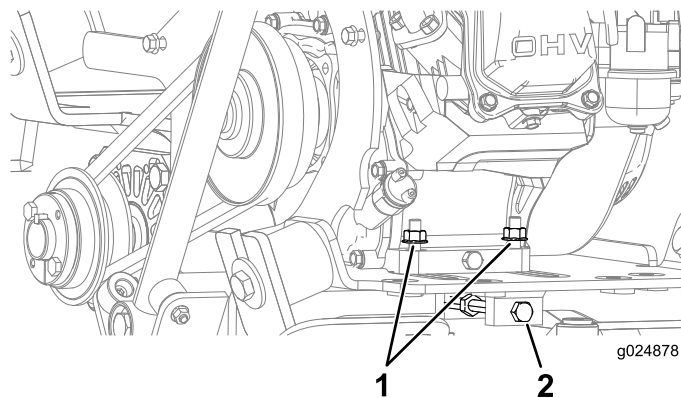

Figura 28
3. Afloje las 2 tuercas con arandela prensada (8 mm [5/16 pulgada]) que sujetan la parte trasera del motor (Figura 28).
4. Afloje la contratuerca y gire el perno tensor de la correa en sentido horario para tensar la correa o, gire el perno tensor de la correa en sentido antihorario para aflojar la tensión de la correa (Figura 28).
8. Apriete las 2 tuercas con arandela prensada (8 mm [5/16 pulgada]) que sujetan la parte trasera del motor a 23–29 Nm (17–21 pies-libra), según se muestra en Figura 28.